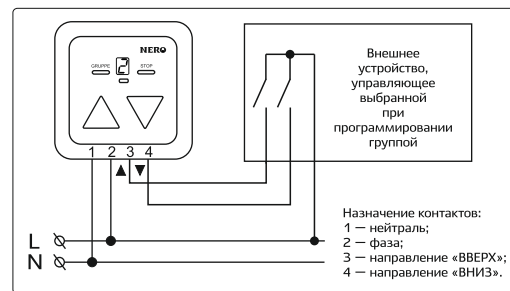

Рис. 1 — Подключение к сети 230 В и внешним устройствам управления
- подключить провода на клеммную колодку согласно схеме на рис. 1;